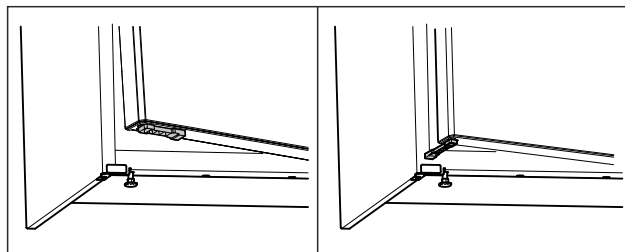

Fig. 63 *
- ▶ Vrid dörröppningsbegränsare i 90°. (se Fig. 63) *